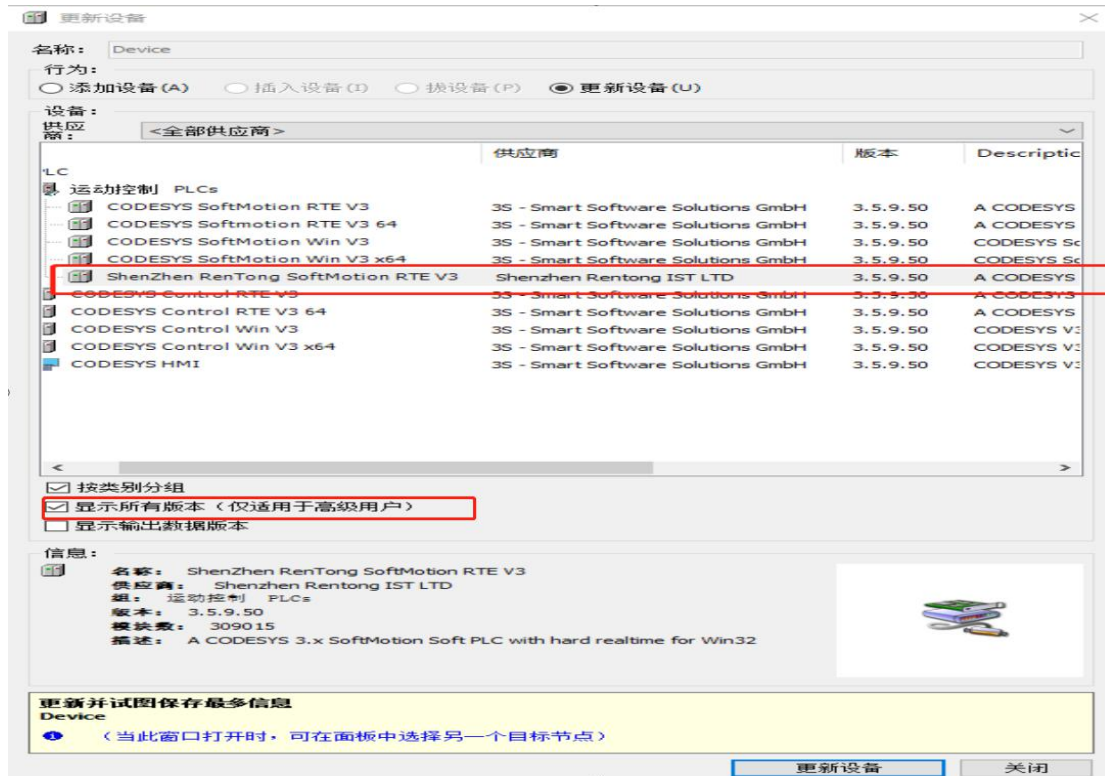

图 2-6-16 CodeSys 工程更新设备选择
12、选中“显示所有版本（仅适用于高级用户）”在设备列表中选择 ShenZhen RenTong SoftMotion RTE V3, 点击“更新设备”；如图 2-6-16；